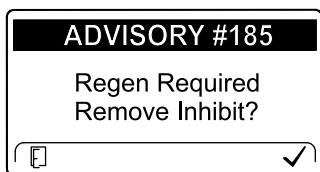

Figura 34
**Notă:** Dacă setai InfoCenter să inhibe regenerarea, InfoCenter va afia ADVISORY #185 (recomandarea nr. 185) (Figura 34) la fiecare 15 minute în timp ce motorul solicită o regenerare de resetare.